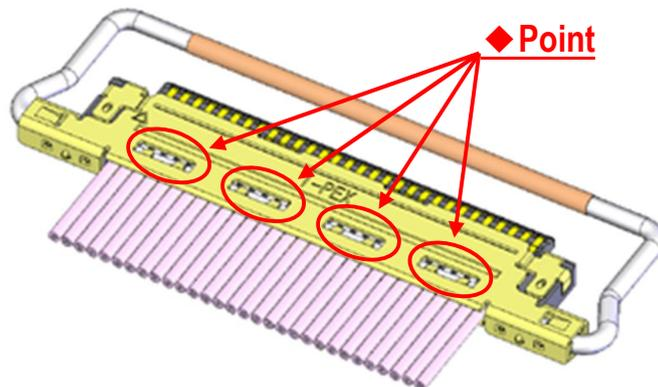

Fig.8 Soldering of Shell-A and Ground Bar
③shell-A,B と ground bar を半田コテにて全箇所半田付けすることを推奨する。 (Fig.8,9◆部)